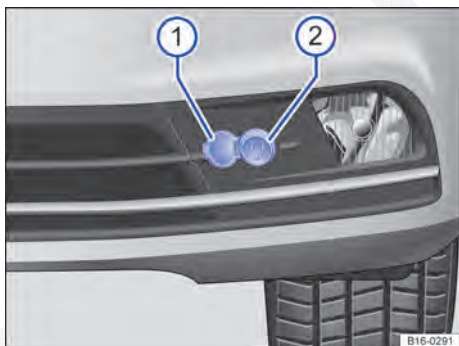

Fig. 143 No para-choque dianteiro: entrada de conexão  para o pré-aquecimento do motor.
- Abrir a capa de cobertura ⇒ Fig. 143 .